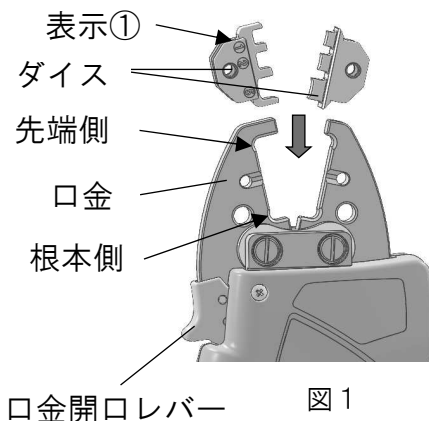

図1
- 1 nanoMB 口金開口レバーを操作し、口金を開いてからダイスを口金に挿入します。（図1）